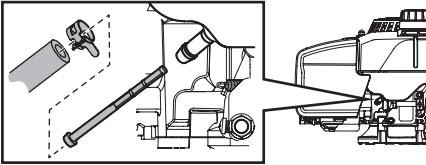

Figura 15
2. Quite la abrazadera de la manguera de la línea de combustible y extraiga la línea de combustible de la boca del depósito (Figura 15).
4. Tome el nuevo filtro de combustible del extremo con reborde e insértelo por completo en el reborde que está en la boca del depósito de combustible (Figura 15).